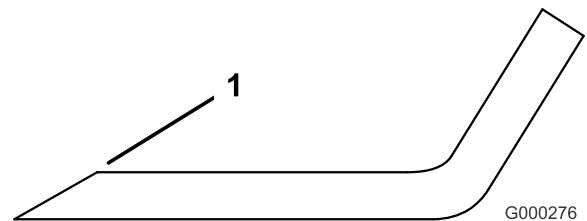

図 67
1. ブレードは、左右の刃先部分を研磨する(図 67)。刃先の角度を変えないように注意すること。左右を同じだけ削るようにすればバランスが狂わない。